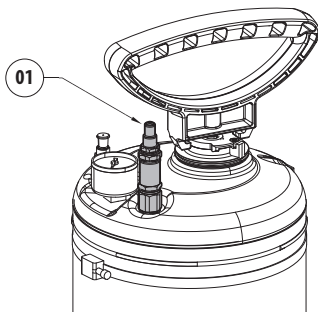

Рис. 26
Подсоедините трубку сжатого воздуха к клапану подачи сжатого воздуха (01). После создания необходимого давления отсоедините трубку подачи сжатого воздуха. (Рис. 26, страница 17).